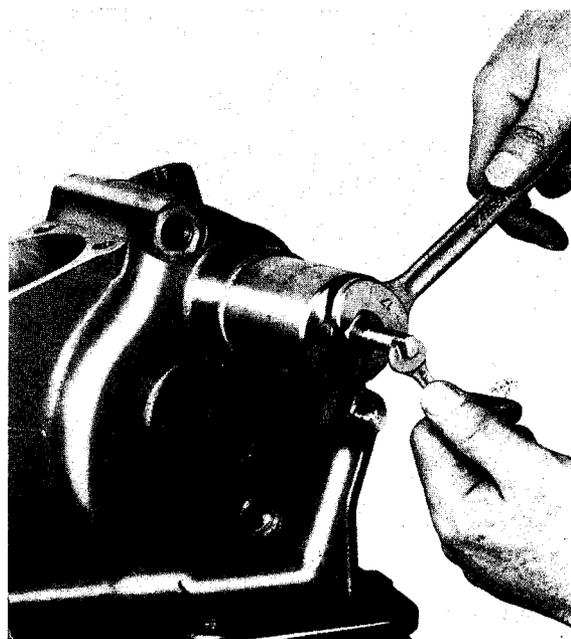

Fig. 5
- 3° Extraire la bague (fig. 5).